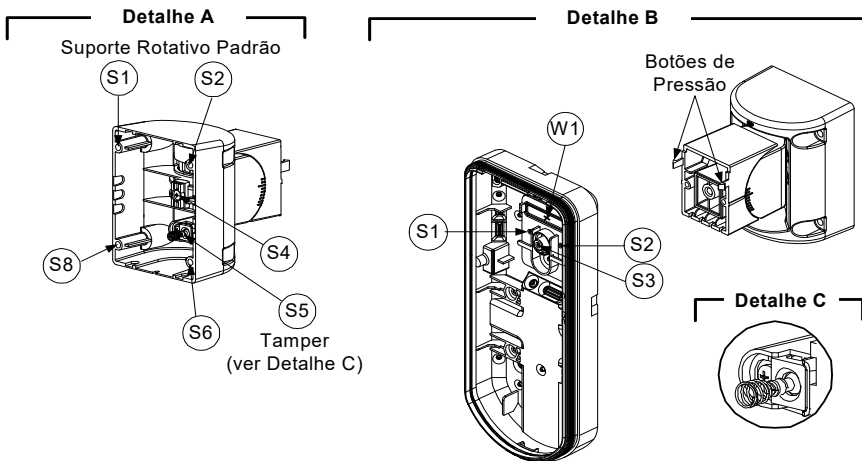

Figura 8
3. Remova o tamper traseiro da base interna. (Ver o parágrafo "Trocando a Posição do Tamper Posterior") e conecte-o ao S5 (Figura 8, Detalhe A) no Suporte Rotativo Padrão.
1. Insira os cabos do tamper posterior através do Conduíte de Cabos do Suporte Rotativo (Figura 8, Detalhe B).